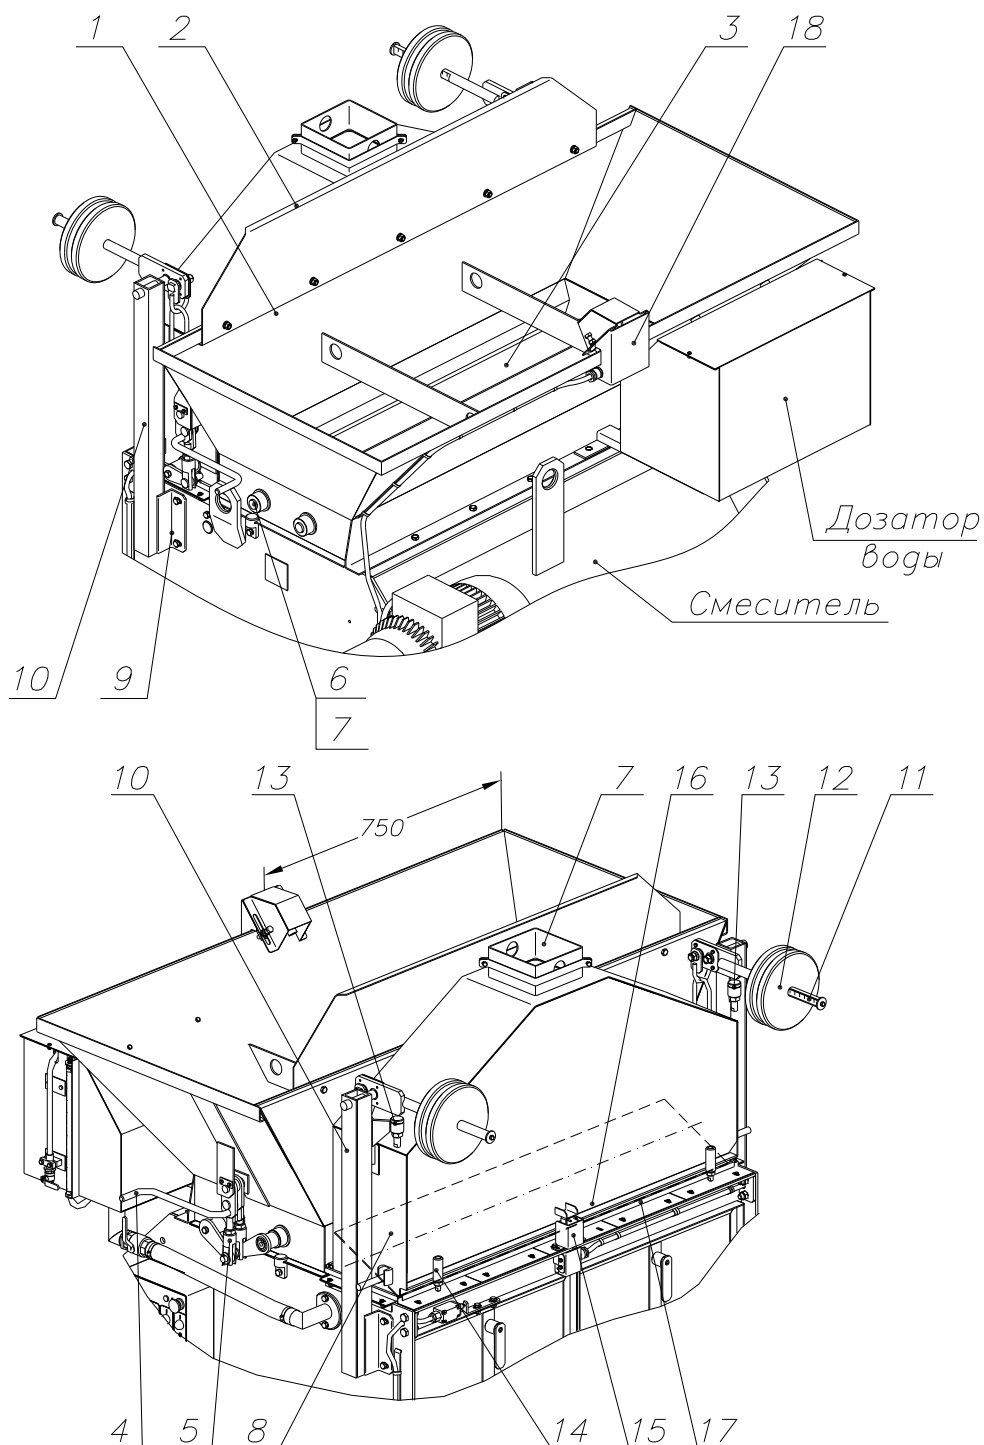

Рис. 2. Дозатор компонентов.
Дозатор (Рис. 2) состоит из двух самостоятельных отсеков: заполнителя 1 и вяжущего 2. Первый закреплен на смесителе неподвижно, а второй с возможностью небольшого (3...5 мм) вертикального перемещения.
2.3.1. Подать заполнитель в емкость отсека заполнителя до срабатывания указателя уровня 18 (Рис. 2), отключающего привод загрузочной машины. Для обеспечения загрузки бункера по всему объему указатель имеет возможность перемещения вдоль стенки бункера, а размещенный в нем бесконтактный емкостной выключатель перемещается вверх и вниз вместе с защитным кожухом по пазам основания. Разгрузка заполнителя в смесительную камеру осуществляется поворотом рычага 4 против часовой стрелки на угол 100° , после чего рычаг возвращается и фиксируется в исходном положении. Причем ход фиксации ощу-
2.3.2. Подать цемент в емкость отсека вяжущего включив двигатель транспортирующей машины (шнекового транспортера). По мере заполнения бункера происходит его уравнивание на рычагах и, перемещаясь вниз, он воздействует на датчик, разрывая цепь питания двигателя. Разгрузка бункера производится поворотом рукоятки 9 (Рис. 2) по часовой стрелке. После разгрузки рукоятку перевести в исходное положение и, приложив небольшое (3...5 кг) усилие, зафиксировать. Следующая доза вяжущего отмеряется повторным пуском двигателя транспортирующей машины. Цикл повторяется.